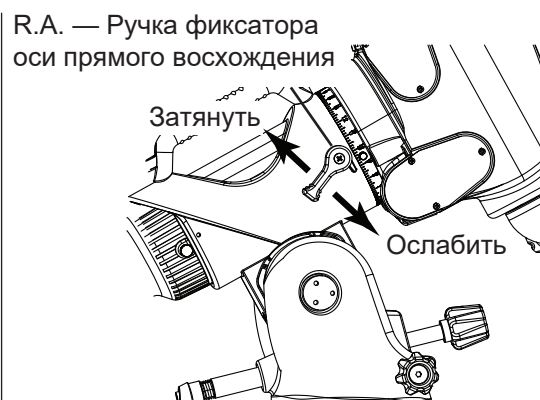

Рис. 1.4b
2. Ослабьте фиксатор оси прямого восхождения и поверните ось в положение, при котором штанга противовесов направлена вниз (рис. 1.4b).